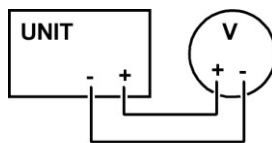

fig. 1
1. Подключить вольтметр к выходным клеммам (см. рис.1).